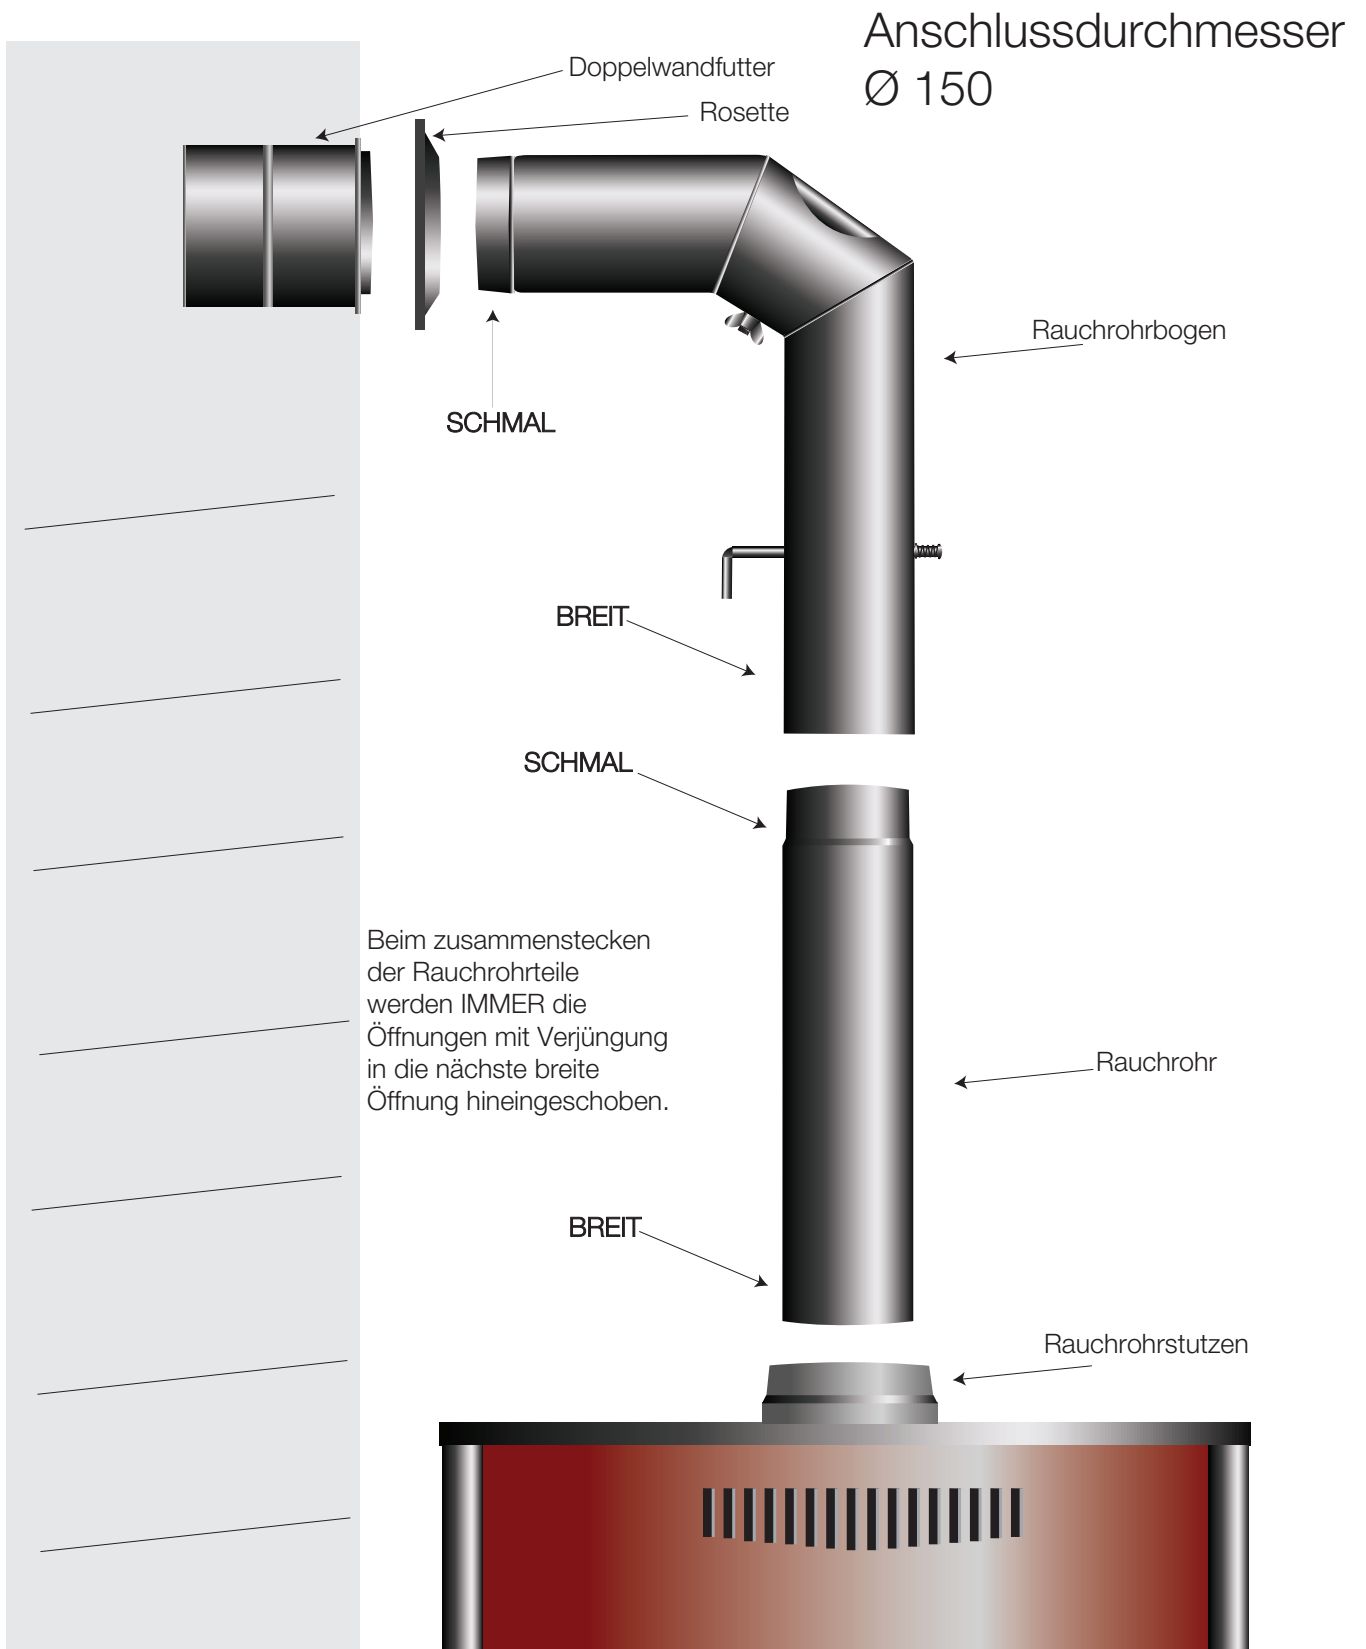

Abbildung 5 Anschluss des Kaminofens an den Schornstein
6. Abbildung 5 Anschluss des Kaminofens an den Schornstein	Seite 8